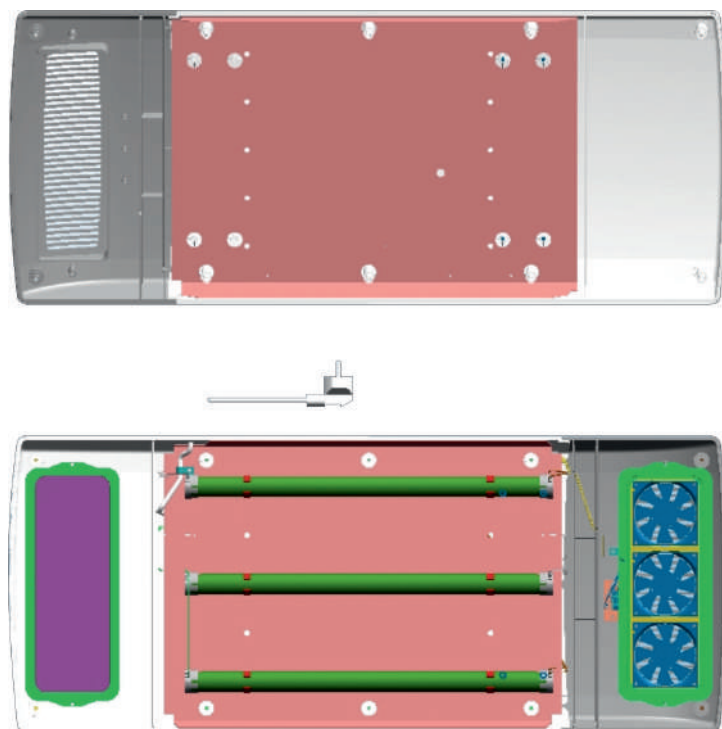

Рис. 4
- снять панель переднюю. Положить рядом, параллельно задней панели рециркулятора (рис. 4).